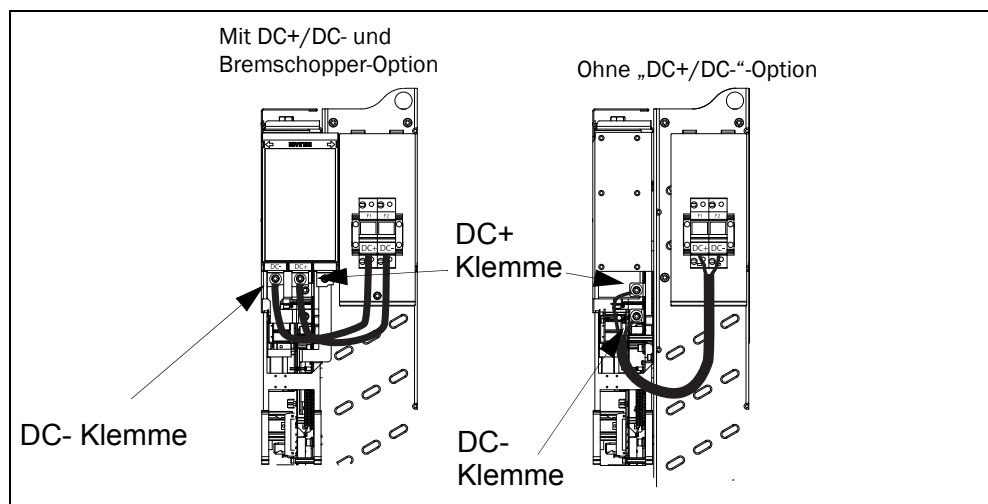

Fig. 8 DC-Sicherungskabelanschluss bei Baugröße G und höher
- Schließen Sie die mitgelieferten Kabel zwischen dem DC-Sicherungshalter und den „DC+/DC“-Klemmen an, siehe Fig. 8.